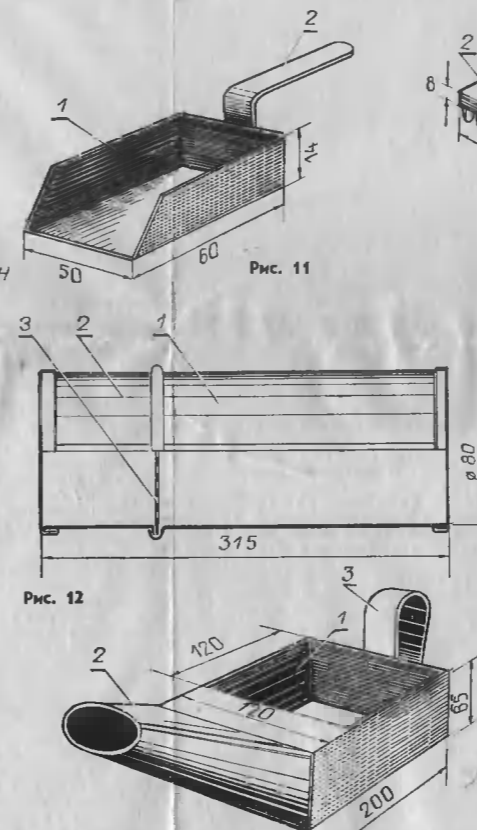

Рис. 13
**Ковш (рис. 13).** Изготовьте из белой жести в виде прямоугольной коробки **1**, горловины **2** и ручки **3**.